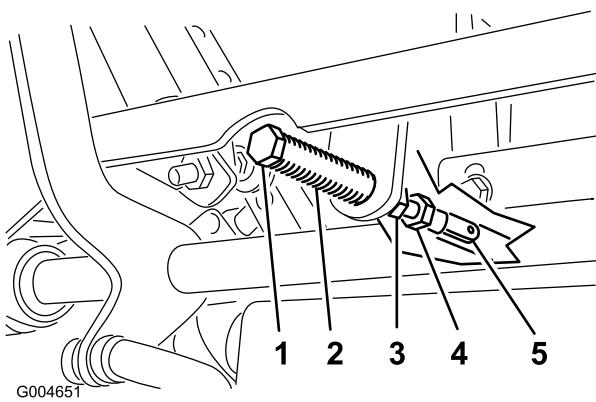

Figura 62
5. Tire hacia atrás de la palanca hasta que el pasador (en el brazo situado encima del eje pivotante) entre en contacto con el extremo de la ranura (empezando justo a tensar el muelle) (Figura 62).
7. Si es necesario un ajuste, afloje la tuerca y la contratuerca contra la horquilla (Figura 62).
8. Aplique una ligera presión hacia atrás en la palanca de control de movimiento, y gire la cabeza del perno de ajuste en el sentido apropiado hasta que la palanca de control esté centrada en posición de bloqueo/punto muerto (Figura 62).
9. Apriete la tuerca y la contratuerca (Figura 62).
9. Apriete las contratuercas de las articulaciones esféricas (Figura 62).